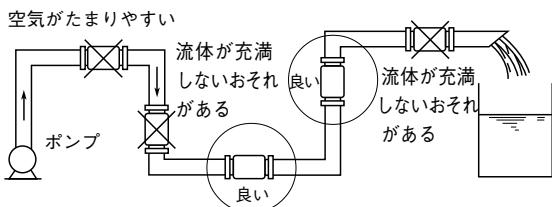

図2-1. 据え付け例
- 検出器内を満管にして、図2-1の○印の条件下に設置してください。満管にならない場合は、出力誤差の原因となります。